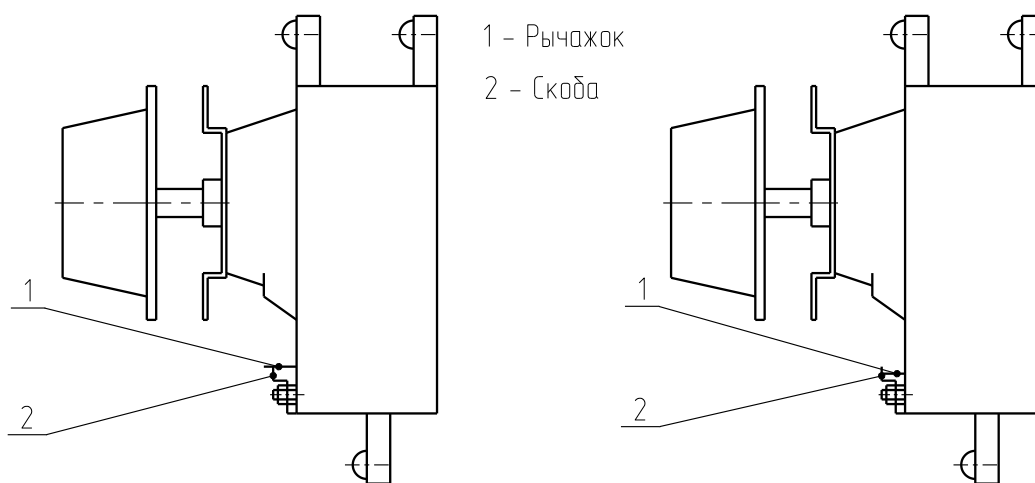

рис.10
Схема приходит в первоначальное положение. Рис.10
**ВНИМАНИЕ!** Перед включением шкафа необходимо убедиться, что термоограничитель В1 находится в рабочем положении (см.рис.10).
Рычажок 1 термоограничителя не должен удерживаться скобой 2 рис.10 при этом должна загореться зеленая сигнальная лампочка.
6) если датчик-реле температуры В2 выйдет из строя и температура воздуха в шкафу повысится до 3500С, сработает датчик-реле (термоограничитель) В1, при этом его контакты размыкаются, тем самым отключая электронагреватели Е4...Е7 (рис.10, поз.2).